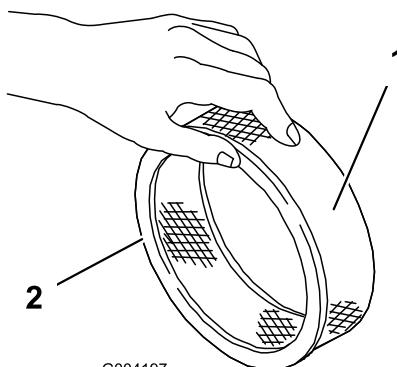

Figure 21
5. Tapotez l'élement sur une surface plane pour faire tomber la poussière et la saleté (Figure 21).
- Glissez délicatement le préfiltre en mousse sur l'élément en papier (Figure 21).